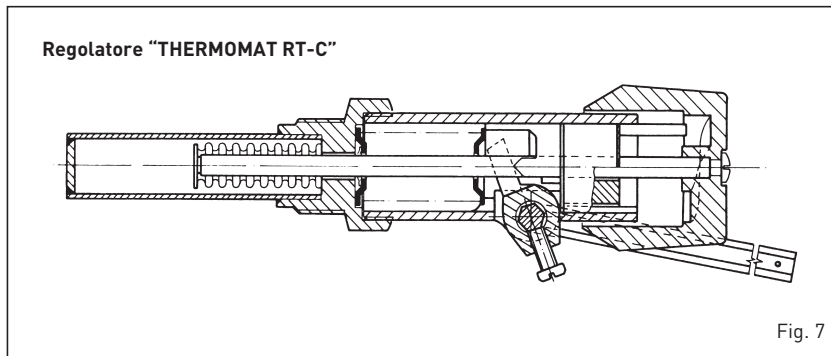

Fig. 7
4.6.1 Regolatore "THERMOMAT RT-C" (fig. 7)
Il regolatore "Thermomat" è dotato di manopola in resina termoindurente con campo di regolazione da 30 a 100 °C (fig. 7). Avvitare il regolatore in posizione verticale sul foro 3/4" della testata anteriore con la sede della leva della catenella verso il fronte della caldaia.